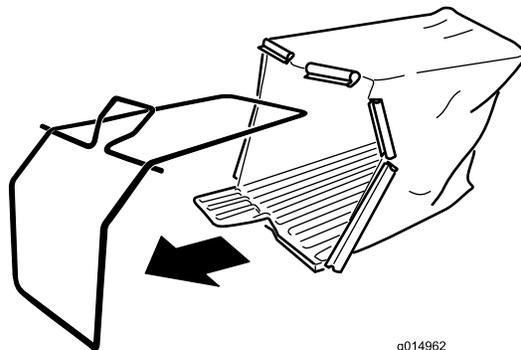

Figure 5
1. Glissez le bac sur l'armature en métal, comme montré à la Figure 5.